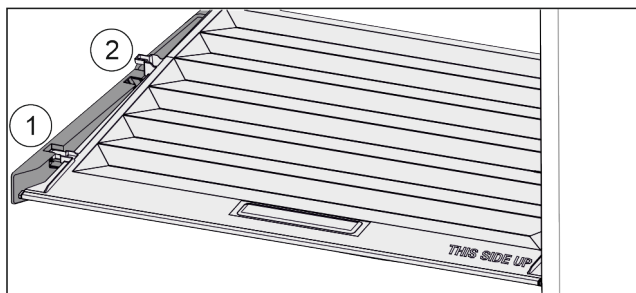

Fig. 161
- ▶ Trageți capacul în față Fig. 161 (1) până la orificiul din piesele suportului.
- ▶ Ridicați în spate de jos și scoateți Fig. 161 (2) în sus.